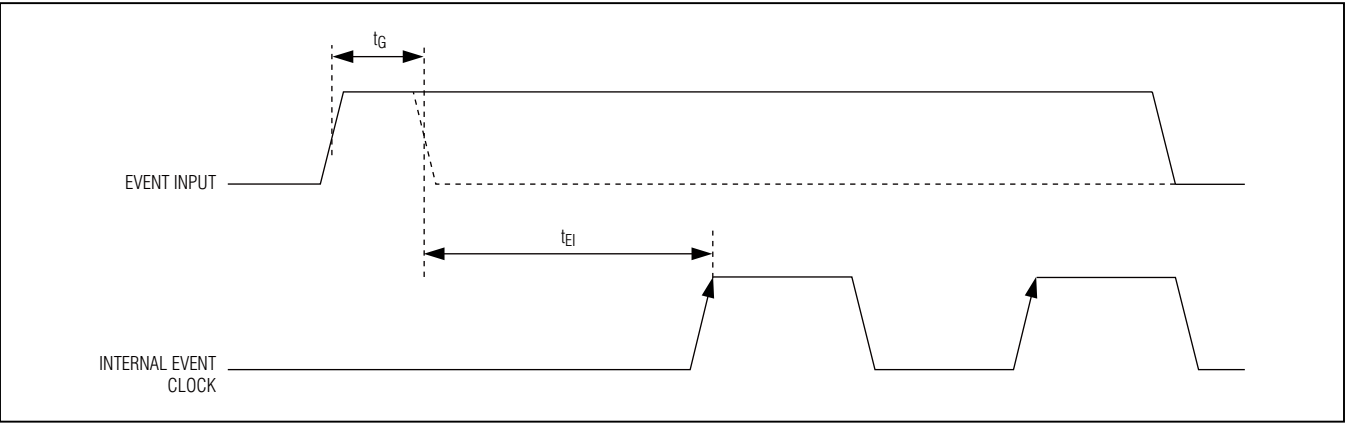

图2. 事件输入时序
- 2) 经过干扰滤波和时间 t_{EI} ，ETC SRAM计数器开始递增，时序请参见图2。如果事件持续时间长于事件最小值(t_G)，但小于 t_{EI} (即EVENT上的低-高-低跳变小于 t_{EI})，则递增事件计数器SRAM，但不递增ETC SRAM。